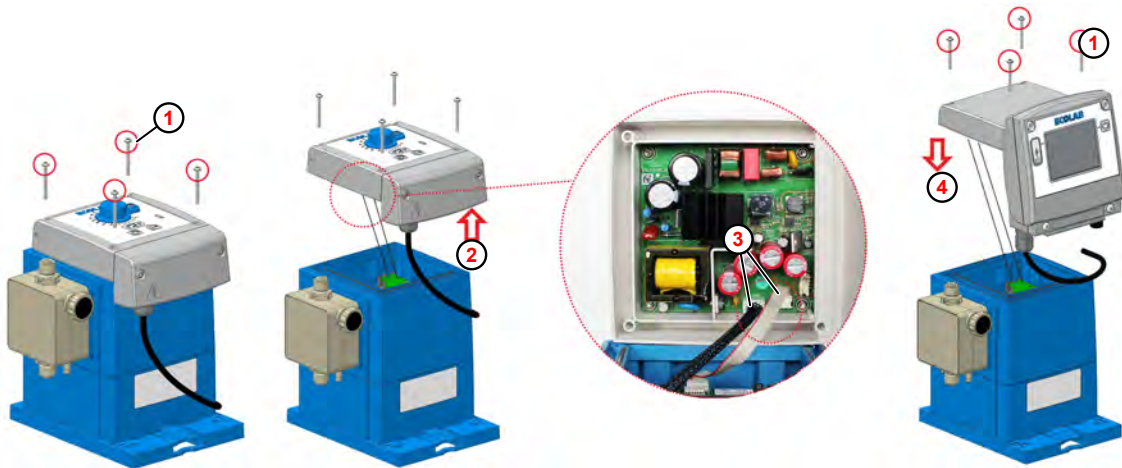

Fig. 37: Actualización a EcoAdd
1. ▶ Aflojar los tornillos de fijación (Fig. 37 , ①) de la unidad de control **EcoPro** con una llave Torx (TX25).